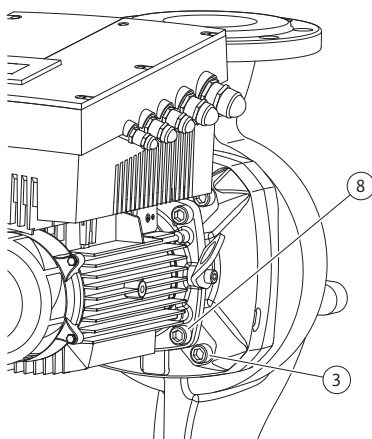

Fig. 50: Fäste av instickssatsen som alternativ
11. Lossa och ta bort skruvarna (fig. 7, pos. 3). Beroende på pumptyp ska de yttre skruvarna (fig. 50, pos. 3) tas bort. När skruvarna har tagits bort sitter instickssatsen (se fig. 13) säkert i pumphuset. Inte heller när motoraxeln befinner sig i horisontellt läge föreligger det någon vältningsrisk.
16. Beroende på pumptyp ska skruvarna (fig. 7, pos. 10) eller alternativt skruvarna (fig. 50, pos. 8) lossas.
22. Skjut lanternan försiktigt över axeln och placera den på den gamla platsen eller i ett annat vinklat läge till motorflänsen. Observera komponentens tillåtna monteringspositioner (se kapitel 7.1 "Tillåtna monteringslägen och ändring av komponentplaceringen före installationen" på sidan 19). Fäst lanternan på motorflänsen med skruvarna (fig. 7, pos. 10) **eller** – vid pumptyper/lanternetyper enligt (fig. 50) – skruvarna (fig. 50, pos. 8).